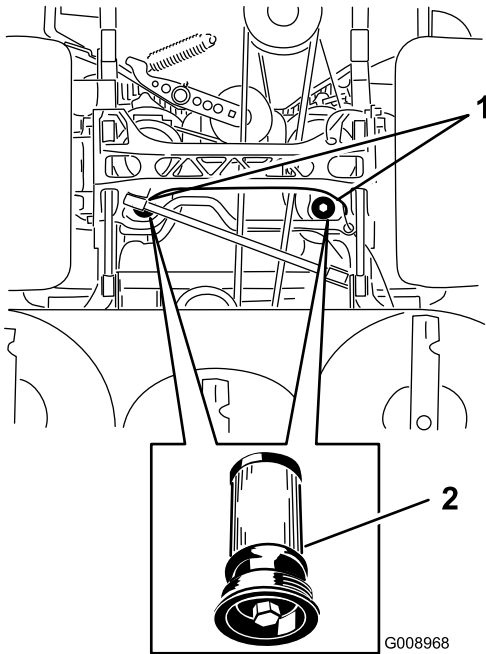

Bild 82
5. Stellen Sie eine Auffangwanne unter den Filter, bauen Sie den alten Filter aus und wischen Sie die Dichtungsfläche des Filterstutzens sauber (Bild 82).
6. Ölen Sie die Gummidichtung am Ersatzfilter leicht mit Hydrauliköl ein (Bild 82).